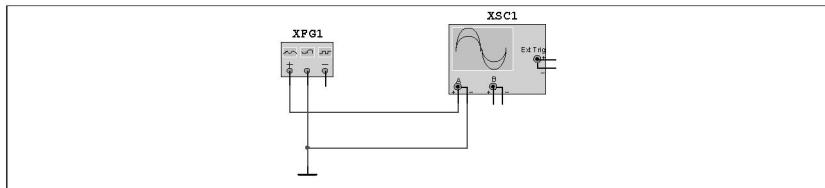

Рис. 4. Схема для наблюдения прямоугольного импульса
7. Собрать схему, приведенную на рис. 4. Установить параметры прямоугольного сигнала: амплитуда – 8 В, частота – F кГц, коэффициент заполнения – k %.